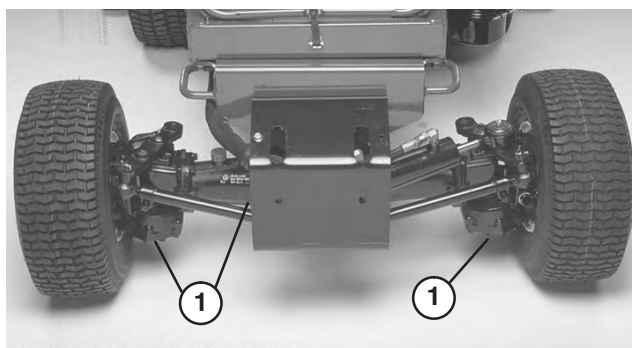

Bild 74
2. Reinigen Sie den Bereich um die Ablassschrauben (Bild 74).